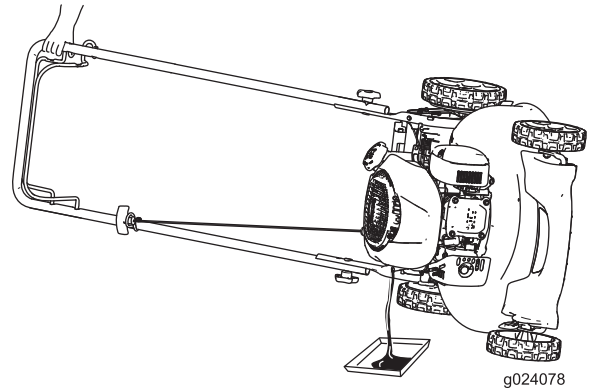

Figura 20
2. Coloque la máquina de lado con la varilla de aceite hacia abajo para drenar el aceite usado a través del tubo de llenado de aceite (Figura 20).